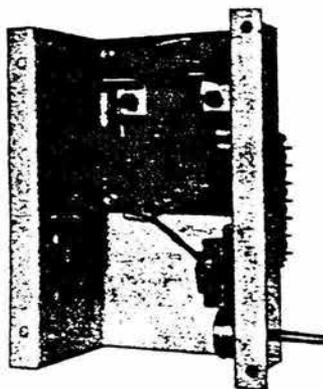

Figura IV.26.- Regulador de Voltaje REGUTRON®.
d). Volver a poner en marcha el generador y acelerarlo hasta la velocidad especificada. Mientras vigila el voltaje de salida con un voltímetro, girar lentamente hacia la derecha el potenciómetro de Ajuste Manual de Voltaje para obtener el voltaje deseado. Figura IV.26.